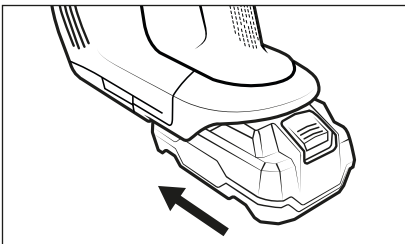

Abb. 3
- 3) Schieben Sie einen Akku der X 20 V TEAM Serie (siehe Kapitel **Informationen zum Akku**) in die Akku-Aufnahme **1**, bis er hörbar mit einem Klickgeräusch einrastet (siehe Abb. 3).